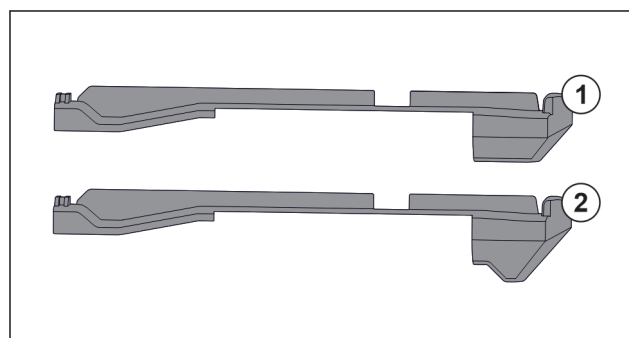

Fig. 18 Сравнение на наставките
В уреда има два вида наставки. Наставката над най-долното чекмедже Fig. 18 (2) има триъгълен ръб. Всички останали наставки Fig. 18 (1) имат прав ръб.
- ▶ Поставете наставката Fig. 18 (2) с триъгълния ръб над най-долното чекмедже.
- ▶ Поставете наставка Fig. 18 (1) с прав ръб на всички останали места.